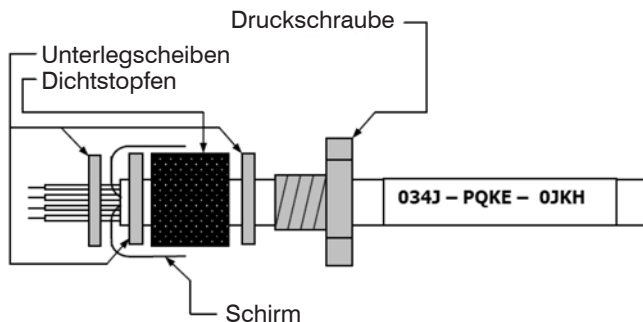

Abb. 11 Kabelmontage
- ➡ Schieben Sie nacheinander die Druckschraube, Unterlegscheiben, Gummidichtung der Kabelverschraubung entsprechend der Abbildung, siehe Abb. 11, über das vorbereitete Kabelende.